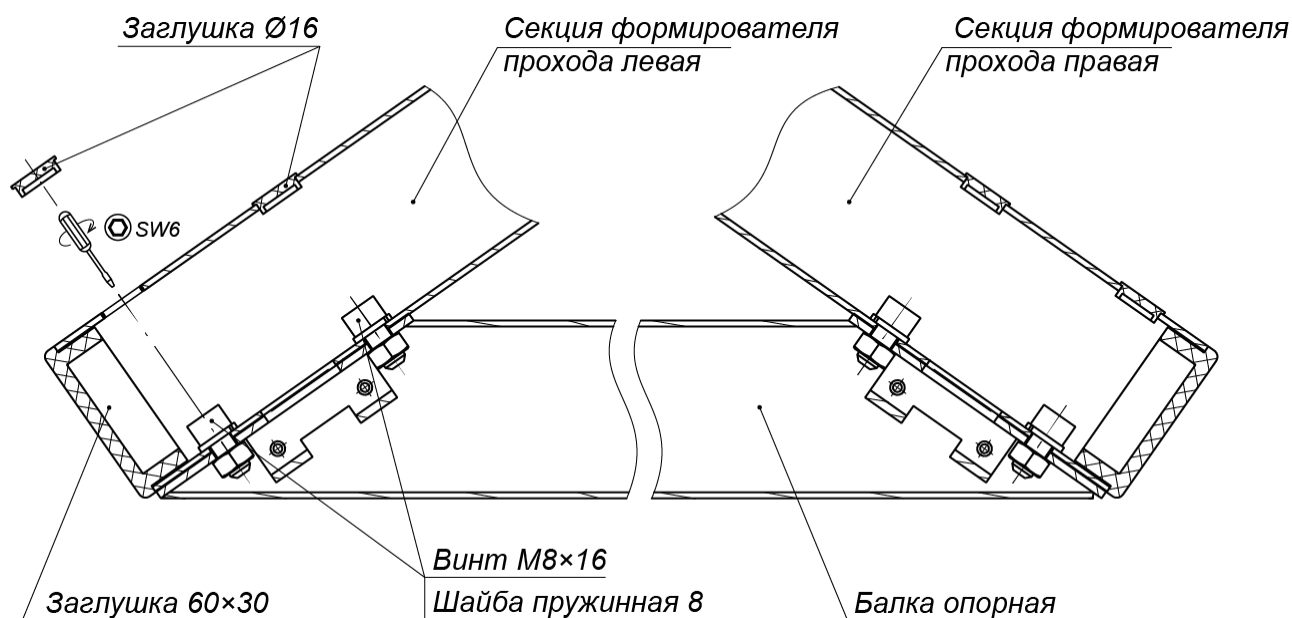
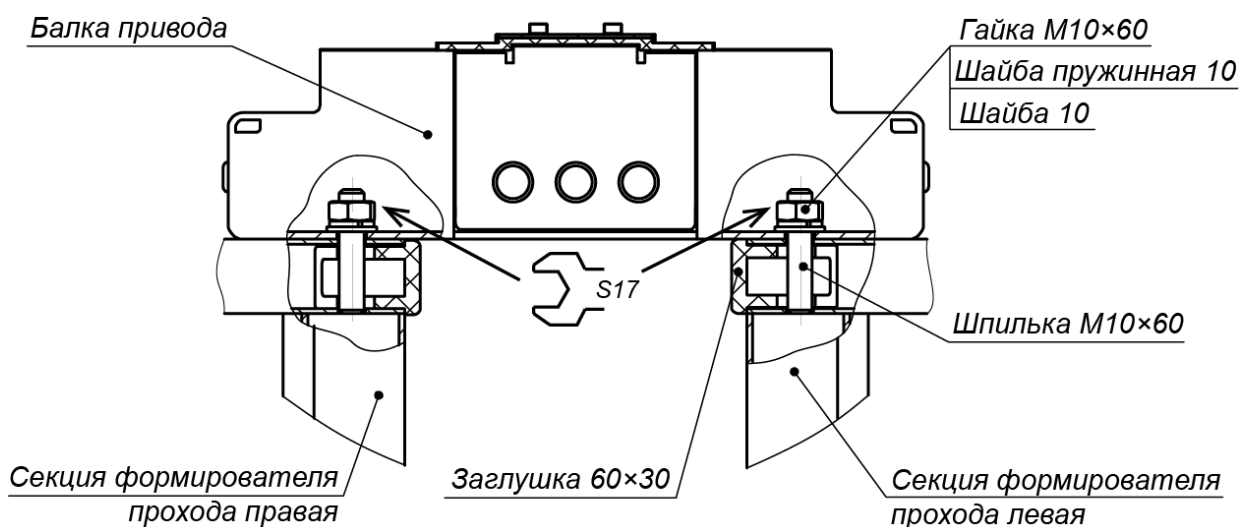

Рисунок 15. Крепление балки опорной к секциям формователя прохода
Рисунок 16. Крепление балки привода к секциям формователя прохода
- Установите секции (6) формователей прохода на установочную поверхность, ориентируя отверстия в опорных фланцах по расположению анкеров. При этом левая и правая секции каждого ИУ турникета должны быть правильно выставлены и сориентированы: блоки индикации формователей должны быть развернуты наружу (см. рис. 2) и учтено расположение на секциях мест крепления опорной балки (см. рис. 15).
14. Установите балки опорные (7) на секции (6) формователей прохода, каждую в следующем порядке (см. рис. 15):
15. Распакуйте балку привода (9) с крышкой (10) (ящик №1).
16. Произведите монтаж балки привода (9) (работайте вдвоем!):
- Снимите крышку (10) с балки привода (см. разд. 6).
- Используя две стремянки, осторожно установите балку сверху на турникет, при этом шпильки, расположенные на секциях (6) формователей прохода, должны попасть в соответствующие отверстия в балке. Будьте внимательны – не повредите соединительные кабели!
- Придерживая балку, осторожно приподнимите ее с одной стороны и пропустите концы кабелей индикации (14) из балки опорной (7) в соответствующие отверстия балки привода. Временно закрепите их внутри балки (к примеру, с помощью скотча). Те же самые действия произведите с другой стороны балки.
- Закрепите балку привода на секциях (6) формователя прохода четырьмя гайками М10 с шайбами (см. рис. 16), накрутив их на шпильки с помощью торцового ключа S17. Затяжка гаек предварительная, для возможности регулировки положения.
- Проверьте вертикальность положения ротора с помощью уровня. При необходимости устраните отклонение от вертикальности путем смещения балки привода (9) в пределах допуска монтажных отверстий. Окончательно затяните все гайки и винты крепления балки привода.
20. Закройте пластиковыми заглушками Ø16 отверстия для винтов соединения секций ротора (2) и отверстия крепления балки опорной (7) к секциям (6) формирователя прохода (см. рис. 15 и 19).